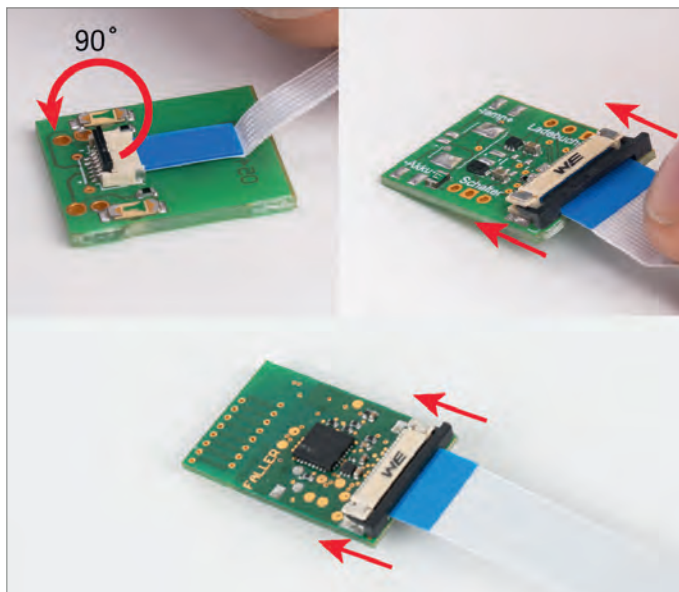

Abb. 46: Flachbandkabel verbinden
- ▶ Verbinden Sie das Flachbandkabel der Ultraschallplatine mit der Digitalplatine (siehe Abbildung 46). Klappen Sie die schwarze Klemmleiste an der Buchse auf. Achten Sie darauf, dass die Kontaktfläche des Flachbandkabels zur Platine zeigt und die farbige Seite des Kabels zu Ihnen. Führen Sie das Kabel mit Hilfe einer Pinzette in die Buchse ein und verschließen Sie diese durch zurückschieben der schwarzen Klemmleiste.